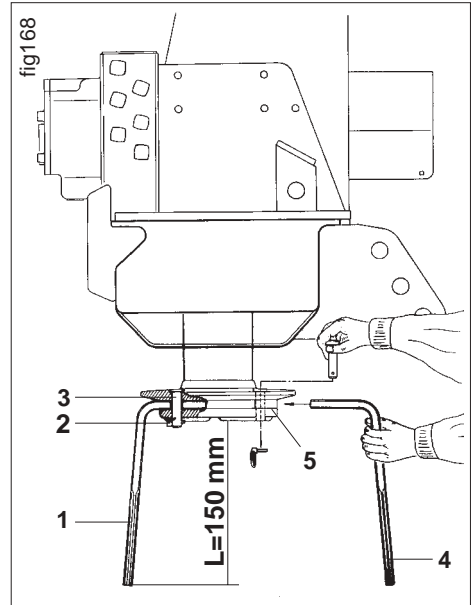

Fig. 19.6
Die Zinken (Fig. 19.6/1) der Bodenbearbeitungsmaschine sind aus gehärtetem hochfestem Borstahl gefertigt. Die Zinken unterliegen einer Abnutzung und müssen spätestens bei einer Länge $L_{\min.} = 150$ mm (siehe Fig. 19.6) ausgetauscht werden. Bei großen Arbeitstiefen muß der Zinkenwechsel früher erfolgen, um Schäden bzw. Verschleiß an den Werkzeugträgern (Fig. 19.6/5) zu vermeiden.
Die Bodenbearbeitungszinken (Fig. 19.6/1) sind in den Taschen der Werkzeugträger (Fig. 19.6/5) befestigt.
- Klappstecker (Fig. 19.6/2) aus dem Bolzen (Fig. 19.6/3) herausziehen.
- Bolzen (Fig. 19.6/3) nach oben aus dem
- Bodenbearbeitungszinken (Fig. 19.6/1) aus dem Werkzeugträger herausziehen, auswechseln, mit Bolzen (Fig. 19.6/3) befestigen und mit einem Klapstecker (Fig. 19.6/2) sichern.